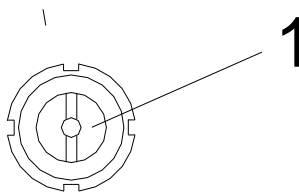

Fig. 6b
- Retirez les vis de la tôle latérale gauche et enlevez la tôle, vous apercevrez la fig. 6b (suivant le modèle)
- Faites tourner le tambour jusqu'à ce que le support qui est sali reste placé sur la fenêtre qui apparaît sur la fig. 6b.
- Avec un tournevis retirez la vis (1) de la fig. 6b.